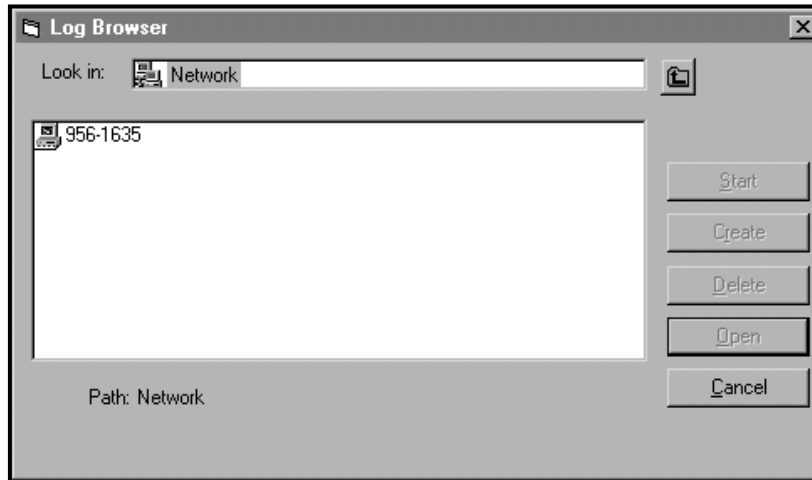

Figura 14: Seleção do computador
- Clique na opção *Log Browser* (Navegador de registros). A caixa de diálogo mostrada na *Figura 14* abaixo é exibida.